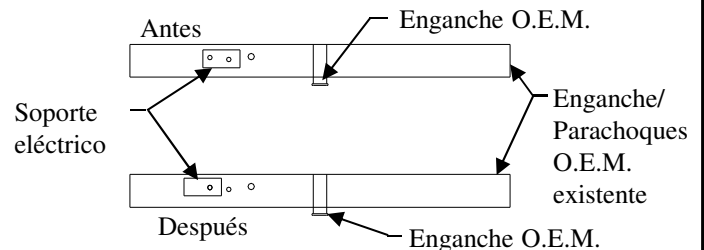

Figura 3.
2. Vuelva a ubicar el soporte eléctrico existente. Retire (2) tornillos y mueva el soporte hacia el lado del conductor usando el orificio del tornillo interior en el soporte y tuerca de soldar exterior (Ver Figura 3).